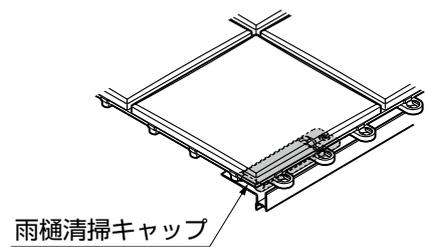

図4-10
- 雨樋清掃キャップと床化粧材が干渉しないようにしてください。(図4-10参照)
① タイルの凸部と凹部を連結させて配置してください。